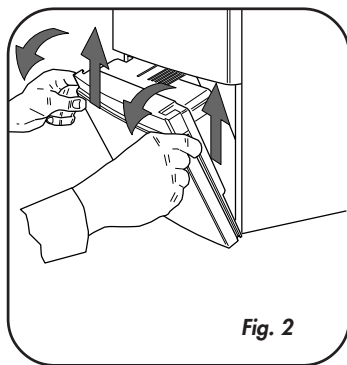

Fig. 2
- Ruotare il pannello comandi fino al primo arresto di sicurezza. Sollevare per sbloccare e ruotare fino all'apertura totale (fig.2)